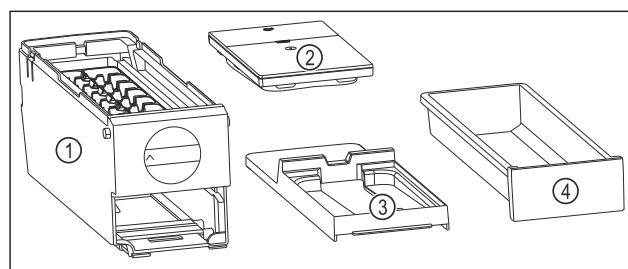

Fig. 112 Составные части EasyTwist-Ice
- ▶ EasyTwist-Ice разобран на четыре части. (см. Fig. 112)
- ▶ Разбирайте EasyTwist-Ice только на составные части, представленные на рисунке. (см. Fig. 112)
- ▶ Очищайте корпус EasyTwist-Ice Fig. 112 (1) как цельное устройство.